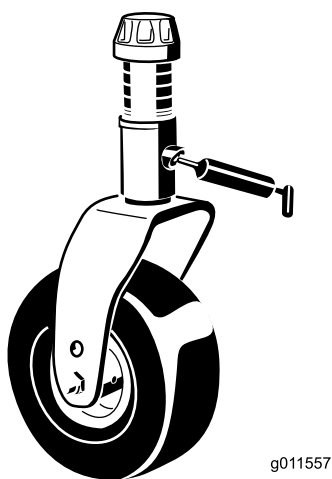

Figura 19
- Boccole (4) dell'asse della forcella delle ruote orientabili (Figura 19).